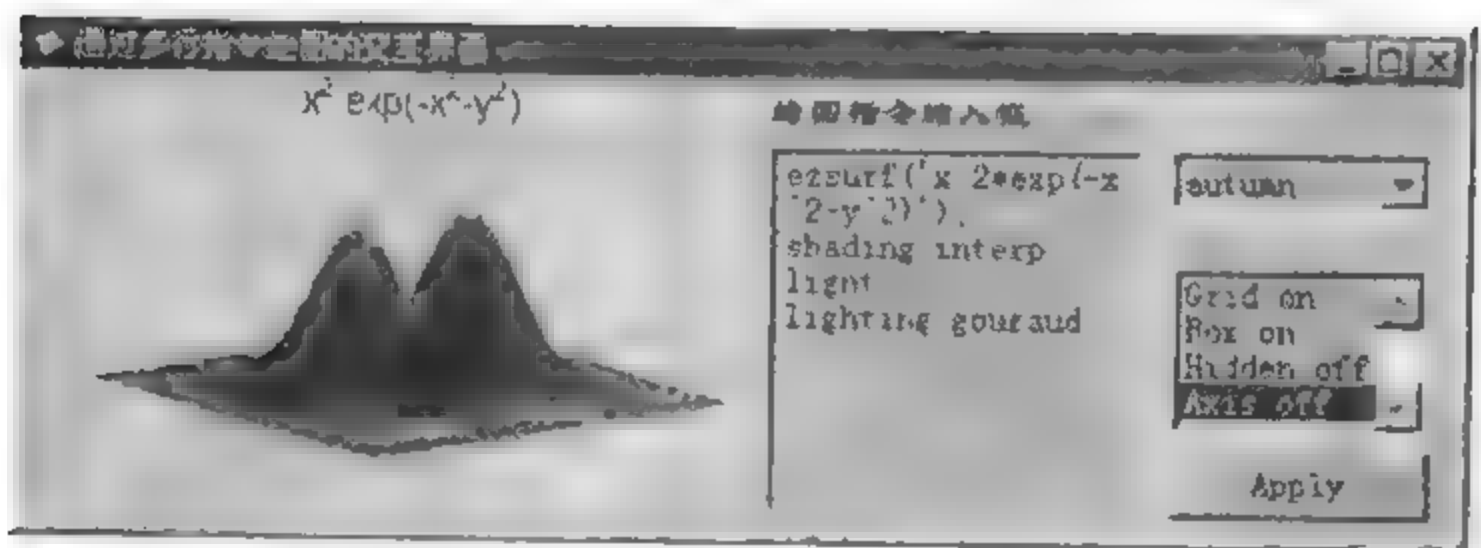

图 3-21 可编辑框、弹出框、列表框、按键
运行结果如图 3-21 所示。
利用 M 函数文件创建与图 3-21 相同的用户界面。本例演示:如何依靠全局变量传递控件的图柄,从而保证回调动作正确执行。
利用 M 函数文件创建与图 3-21 相同的用户界面。本例演示:如何依靠图形窗的 'UserData' 属性传送用户控件的图柄,从而保证回调动作上确执行。
1. 利用 M 函数文件创建与图 3-21 相同的用户界面